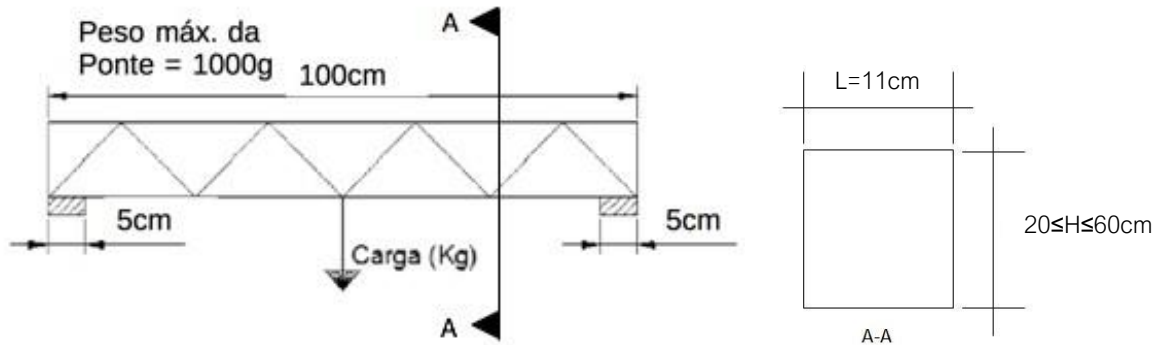

Figura 3: Dimensões da ponte e ponto de aplicação de carga
- Largura (L) de 11cm. Tolerância de ± 1 cm;
- Altura (H) de 20cm (a ponte deve possuir elemento(s) estrutural com altura superior as 20 cm);
- Altura máxima (H) de 60cm (tomada do ponto mais baixo até o ponto mais alto da ponte); as pontes devem ter dimensões de acordo com a figura 3.
- Obrigatoriamente deve ter um tabuleiro que permitiria a passagem de carros entre os apoios como em um projeto real (será simulada a passagem de carrinho de brinquedo na ponte); Os elementos estruturais são demonstrados na Figura 3 (apenas como ilustração).